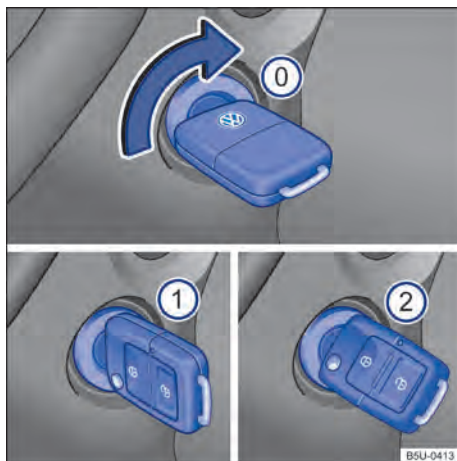

Fig. 85 Ao lado do volante, à direita: posições da chave do veículo no cilindro da ignição.
Posições da chave do veículo → Fig. 85
- *Veículos com partida aquecida:* girar a chave do veículo na posição → Fig. 85 ①. A ignição está ligada. Nesse instante a luz de controle do sistema de partida aquecida ☞ irá se acender no instrumento combinado. Aguardar que a luz de controle ☞ se apague indicando o término do aquecimento do combustível (esta ação poderá ser necessária em condições de partida com o motor frio).
- *Veículos sem partida aquecida:* girar a chave do veículo na posição → Fig. 85 ①. A ignição está ligada.
- Girar a chave do veículo no cilindro da ignição para a posição → Fig. 85 ② – não acelerar. Quando o motor começar a funcionar, soltar a chave do veículo no cilindro da ignição.
- *Veículos com partida aquecida:* girar a chave do veículo no cilindro da ignição para a posição → Fig. 85 ② para dar partida no motor – não acelerar. Caso a etapa 5 não seja respeitada, a luz de controle ☞ irá piscar indicando a necessidade de interromper o procedimento de partida e repeti-lo após retornar a chave para a posição → Fig. 85 ① e aguardar aproximadamente 10 segundos.
- *Veículos sem partida aquecida:* girar a chave do veículo no cilindro da ignição para a posição → Fig. 85 ② para dar partida no motor – não acelerar.